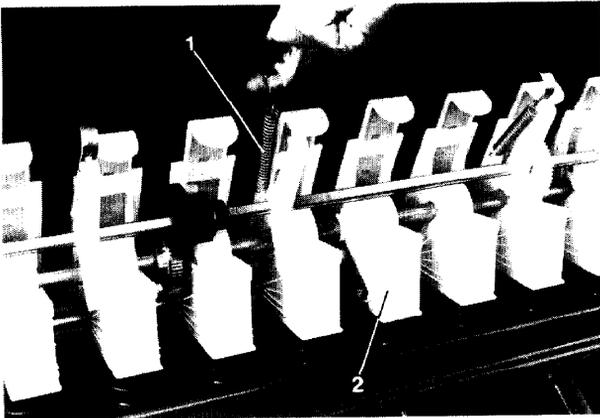

Fig. 114
- Retirer les ressorts (fig. 114/1) puis basculer vers le bas l'arbre de commande du jalonnage (s'il y a lieu) avec les biellettes de maintien.
- Enlever les paliers de maintien (fig. 114/2) après avoir décroché les ressorts.